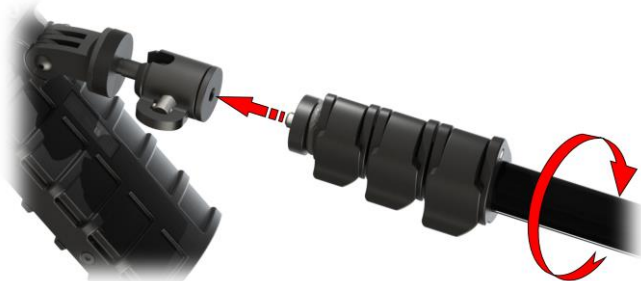

Рис.10
3. Установить основной блок на рукоятку. Вставить винт ручки в резьбовое отверстие кронштейна основного блока. Вращая ручку, закрутить винт до упора (рис.10).